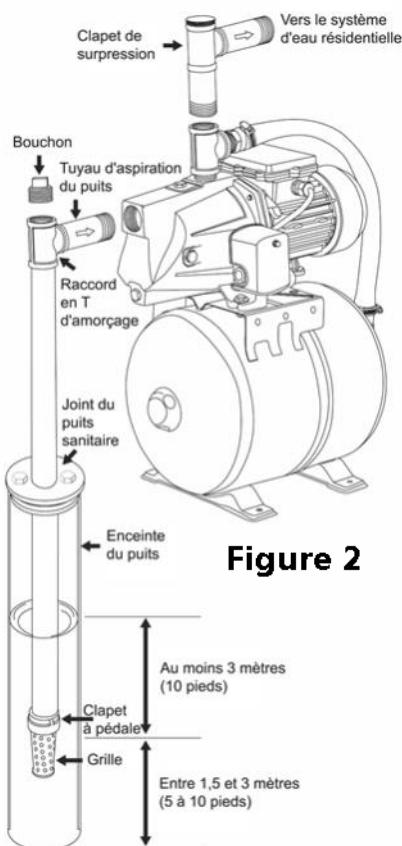

Figure 2
3. Installer un raccord en T d'amorçage avec un bouchon sur le tuyau d'aspiration de la source d'eau dans la Figure 2. Installer un raccord union afin de permettre la séparation aisée de la pompe de sa tuyauterie pour faciliter l'entretien. **Assurer que du ruban téflon ou du composé d'étanchéité de tuyau sont bien utilisés sur tous les raccords. Le diamètre du tuyau d'aspiration devrait d'être au moins 3,2 cm (1 1/4 po)**